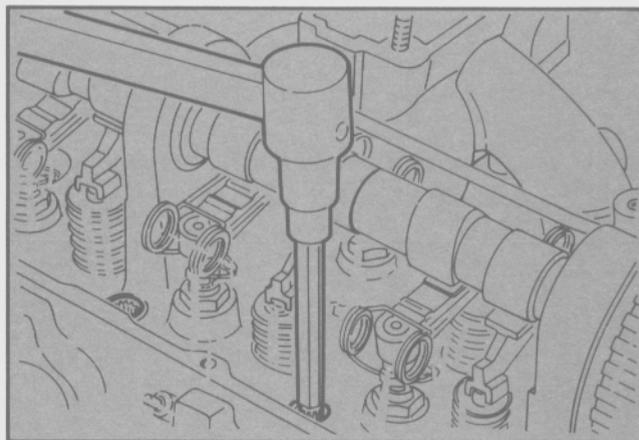

Fig. 53 - Herramienta T84G-6065-BAS para tornillos de tapa de cilindros
- Ajustar los tornillos de la tapa con la herramienta T84G-6065-BAS (Fig. 53) en la secuencia y torsión indicada en especificaciones. Seguir el orden indicado en la figura 54.